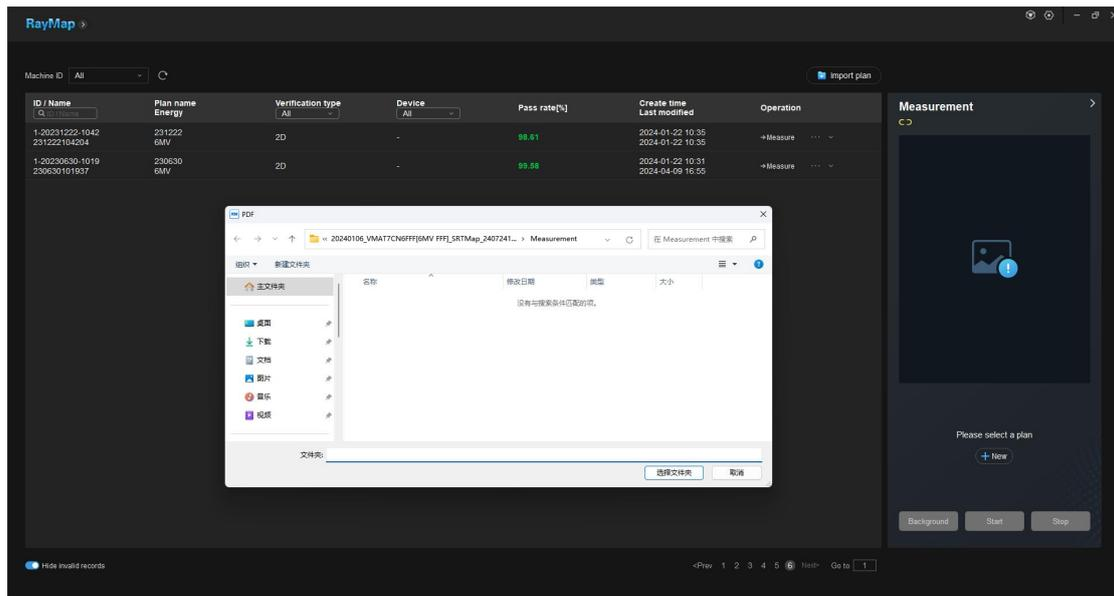

图4-16 Export report弹窗
(5) 点击“Export report”按钮，将会弹出以下窗口，如图4-16所示。